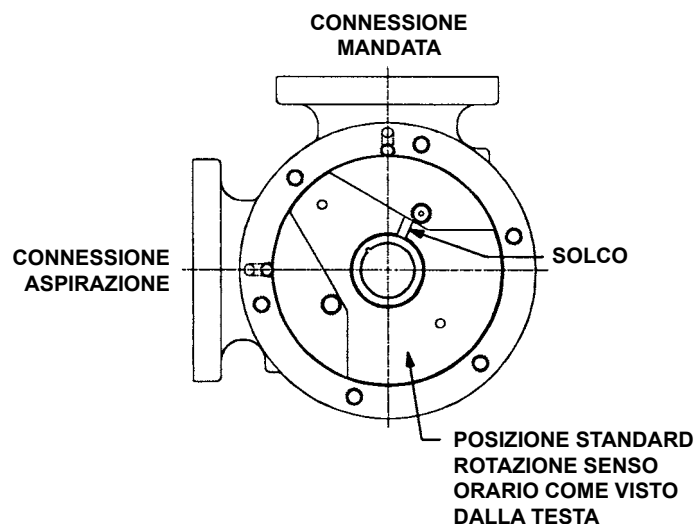

FIGURA 15
2. **Se la cuffia è stata rimossa dal supporto, ispezionare la guarnizione piatta e, se necessario, sostituirla. Installare la cuffia sul supporto pilota con lo stesso orientamento che aveva prima. Questa serie di pompe non consente di ruotare la cuffia per alternare le configurazioni delle connessioni – per modificare la disposizione delle connessioni fare Riferimento a “Rotazione Pompa” a pagina 11. Bloccare la cuffia con le (8) viti.**
3. Mettere la piastra di bilanciamento (se separata dal supporto) nel foro della cuffia (questo passaggio può non essere necessario per la serie 825). Assicurarsi che la piastra sia posizionata come prima. Fare riferimento alla **Figura 15** per il posizionamento standard della piastra di bilanciamento.